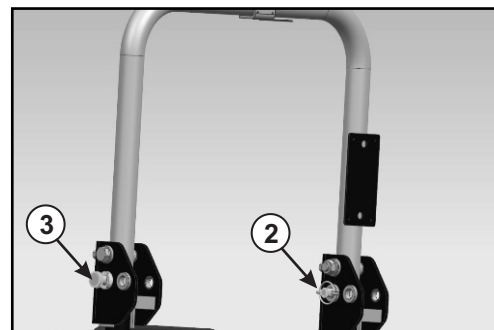

Abb. 4.27d
- Entfernen Sie den Sicherungsring (2, Abb. 4.27d) - 2 Nr.
- Entfernen Sie den Stift (3, Abb. 4.27d) - 2 Nr. von der ROPS-Halterung.